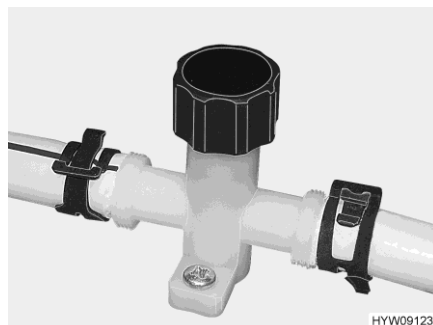
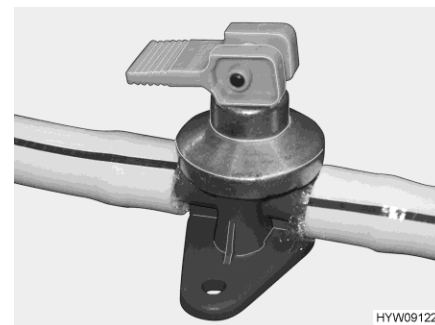

Fig. 126 Rubinetto di scarico (tubatura dell'acqua)
Fig. 127 Rubinetto di scarico (boiler Alde)
- Chiudere i rubinetti di scarico. Ruotare i coperchi (Fig. 126) in senso orario e posizionare la leva a bilanciere (Fig. 127) in posizione orizzontale.
- Aprire i rubinetti di scarico. A questo scopo, ruotare il coperchio (Fig. 126) in senso antiorario e posizionare verticalmente la leva a bilanciere (Fig. 127).